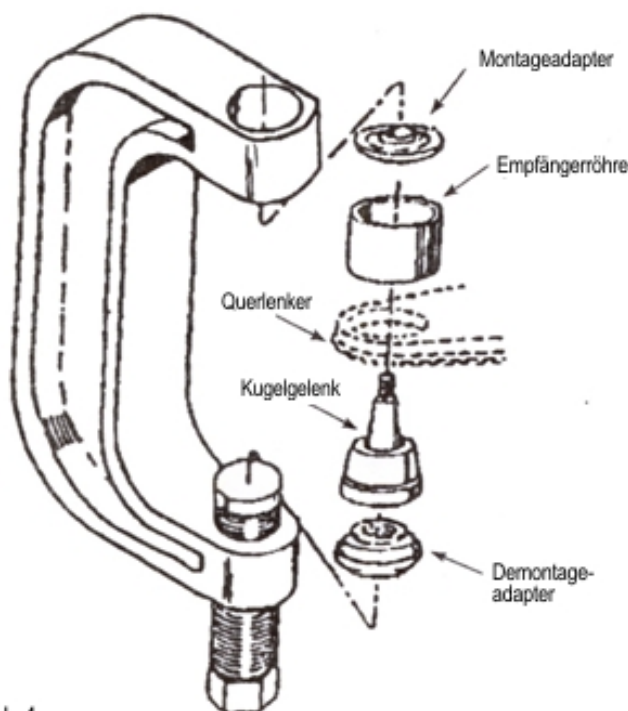

Abb.4
3. Montieren Sie die Komponenten der Kugelgelenkpresse wie in Abb.4 gezeigt. Platzieren Sie die Empfängerröhre und ziehen Sie die Spannschraube an. Prüfen Sie die Ausrichtung des Werkzeugs und aller Komponenten und ziehen Sie die Spannschraube solange an, bis das Kugelgelenk sicher und fest montiert ist.